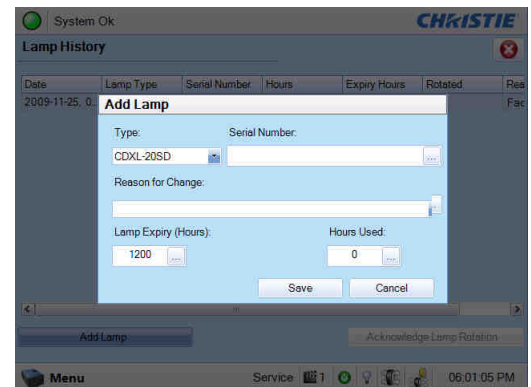

Рис. 4-2 Окно добавления лампы
9. **Настройка программного обеспечения.** Откройте окно **Расширенная настройка: Журнал ламп**, нажмите кнопку **Добавить лампу** и укажите тип и серийный номер лампы, причину замены и наработку новой лампы в часах. Если лампа ранее не использовалась, введите 0. Нажмите кнопку **Сохранить** для сохранения введенных данных. (**Рис. 4-2**)